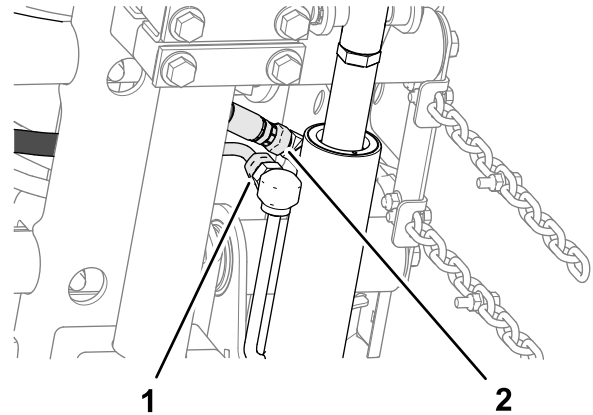

Figura 16
2. Allineate un distanziale tra la piastra portante e la piastra di montaggio (**Figura 16**) e assemblate senza serrare le piastre e il distanziale con un bullone a testa tonda ($\frac{3}{8}$ " x $1\frac{1}{4}$ ") e un dado di bloccaggio flangiato ($\frac{3}{8}$ ").